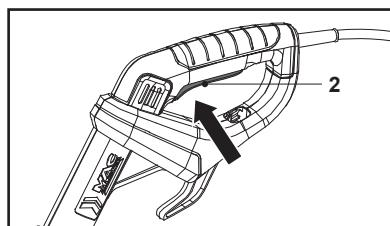

Fig. 13
1. Segure o produto com uma mão na pega auxiliar (15) e com a outra na pega principal (1).
2. Aperte o interruptor para ligar/desligar (2) para ligar o produto (Fig. 13).
3. Solte o interruptor para ligar/desligar (2) para desligar o produto.